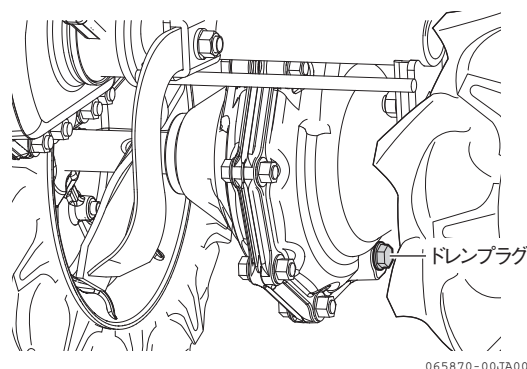

図 4-19 交換のしかた (ドレンプラグ)
4. ドレンプラグを工具 (12 mm) で外します。古いミッションオイルが流れ出てきます。(図 4-19)